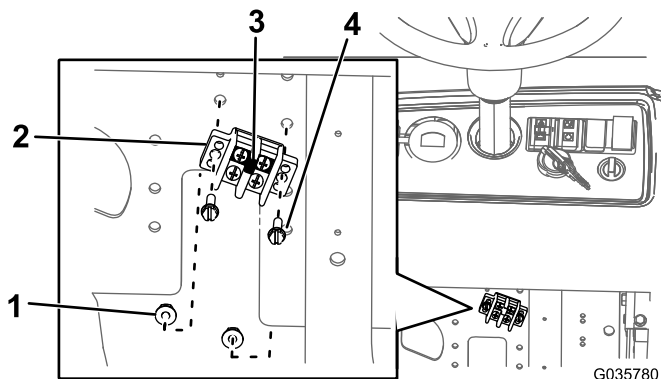

図 13
- A. ジャンパストリップをアース用ブロックに接続する 図 13。
- B. アースブロックをマウントプレートに取り付けるボルト#10 x 3/4 インチ2本とナット#102個を使って 図 13 のように取り付ける。